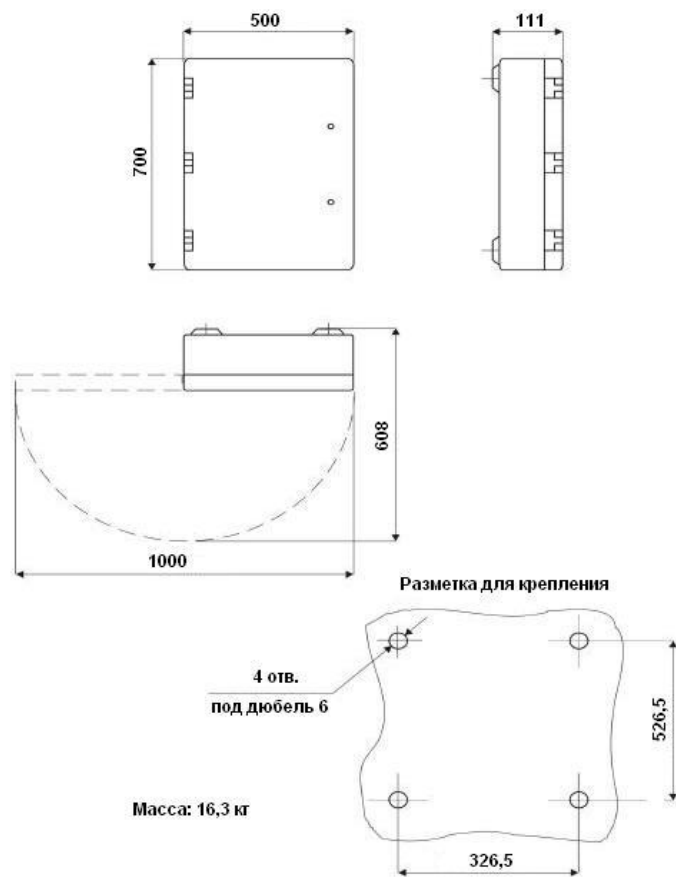

Рис.2. Габаритный чертеж шкафа распределительного настенного ШРН-2/450
- 4.3. Закрепить шкаф на стене с помощью прилагаемого крепежа согласно присоединительным размерам, указанным на рис. 2.